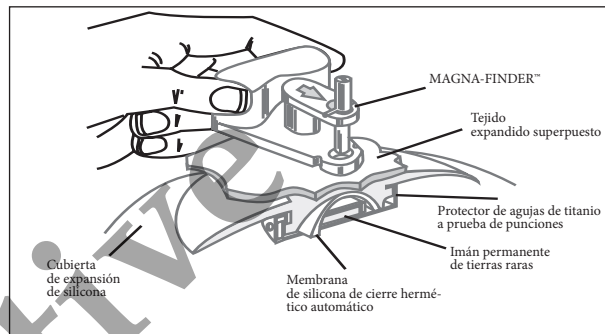

FIGURA 2
- Todos los puntos de inyección son de cierre hermético automático y contienen un protector de agujas de titanio para impedir la perforación inadvertida a través de la base del punto de inyección (véase la Figura 2).